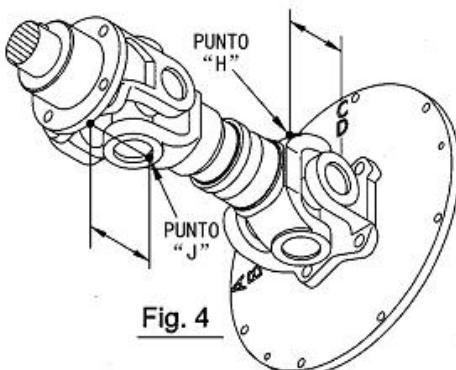

Fig. 4
1. Mida desde la cara de la brida del eje de la bomba hasta el Punto "J" como se muestra en la (Fig. 4). (El Punto "J" es igual al punto "G" con el eje motriz girado 90°). Esta medida debe ser igual a la del punto "H" $\pm 1\text{ mm}$.